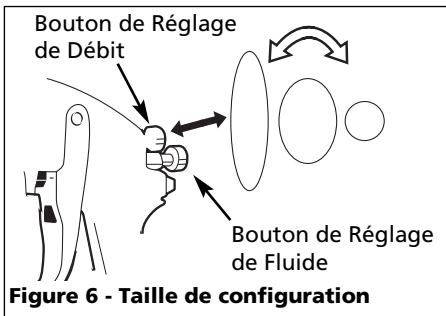

Figure 6 - Taille de configuration
réglage de débit au sens des aiguilles d'une montre (Voir Figure 6).
3. Tourner le bouton de réglage de fluide complètement au sens des aiguilles d'une montre jusqu'à ce qu'il soit fermé (Voir Figure 6).